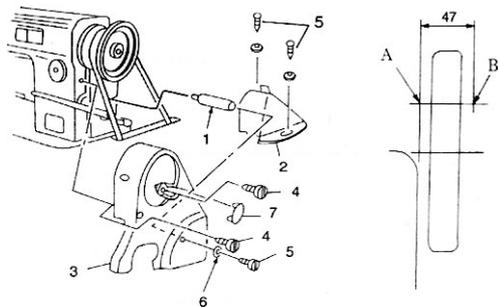

Fig. 23
17. INSTALAÇÃO DO PROTETOR DA CORREIA (FIG. 23, 24 E 25)